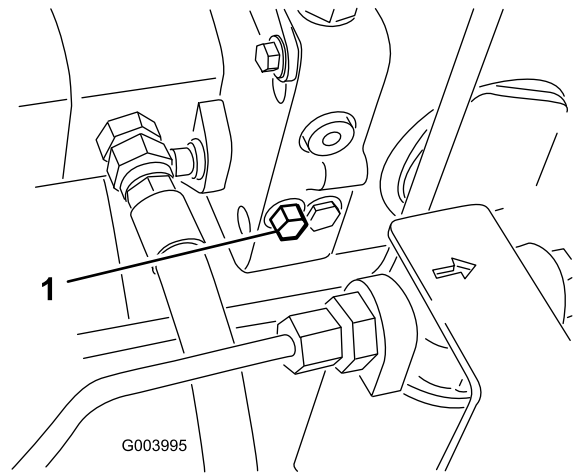

Figura 69
1. Gire el perno de la válvula de desvío una vuelta y media para abrirla y dejar pasar el aceite internamente (Figura 69).